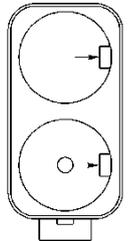

Рисунок 3. Батарейный отсек
3.4.2. Новые элементы питания (2 шт.) типоразмера D необходимо установить в отсек батарейный 16 (см. рис. 9), в соответствии с полярностью, указанной на внутренней стороне крышки отсека. Для открытия крышки батарейного отсека необходимо повернуть ручку крышки в положение «ON». Для выемки разряженных элементов питания необходимо отогнуть удерживающие прижимы (показано стрелками на рис. 3).